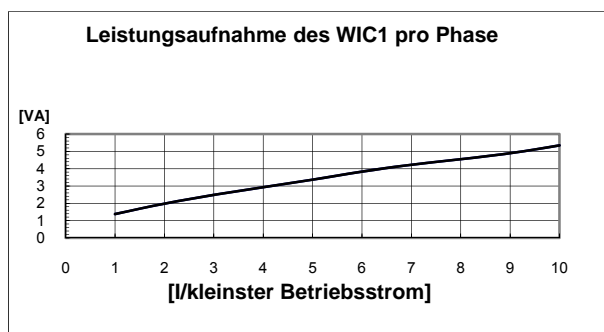

Abbildung 5.2: Leistungsaufnahme einer Phase über den Bereich 1,0 bis 10 kleinsten Betriebsstrom
- genügend Ausgangsleistung für die zu testenden Schaltpunkte (siehe Abbildung 5.2 und 5.3)